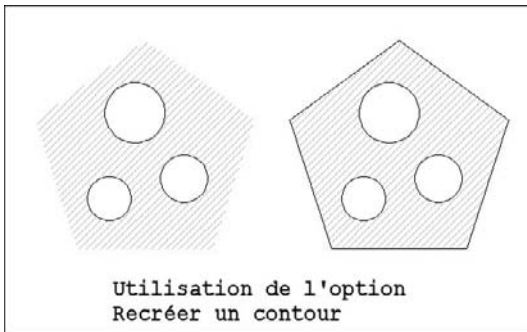

Fig.8.5
- **Recréer un contour** (Recreate boundary) : crée une polyligne ou une région autour des hachures ou du remplissage sélectionnés et l'associe facultativement avec l'objet de hachures (fig.8.5).